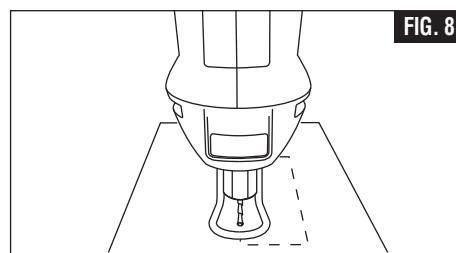

FIG. 8
Paso 4: Lleve la herramienta lentamente hasta un ángulo de 90° para comenzar el corte. La guía de profundidad debe estar al ras con la superficie del material (Fig. 8).